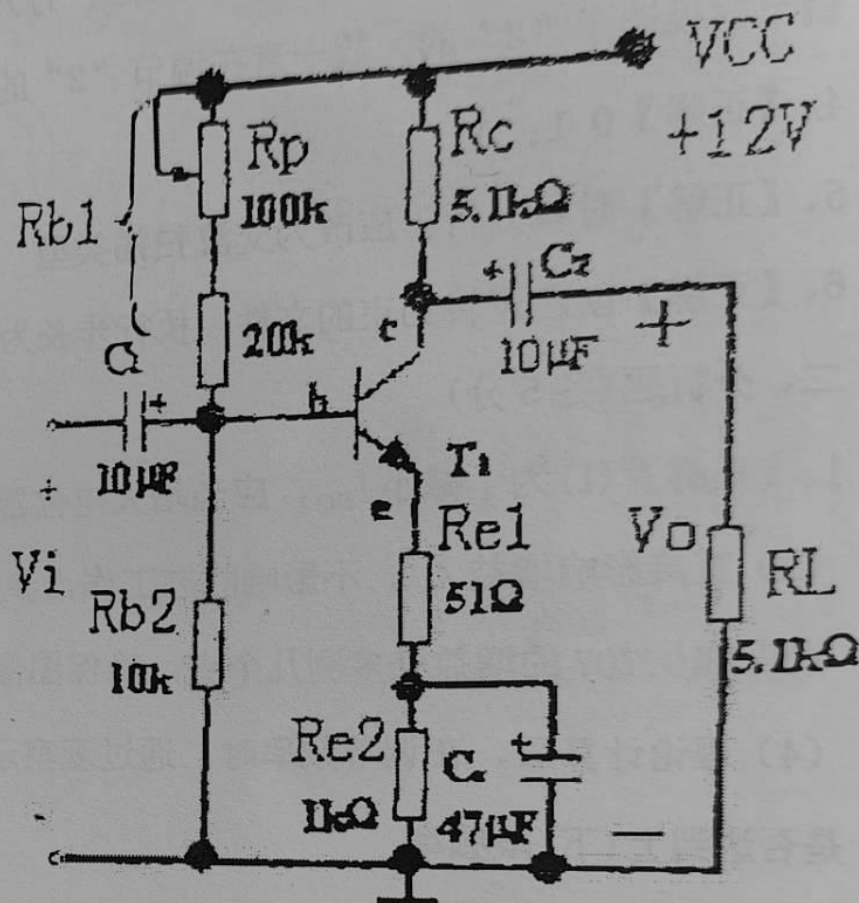

图 1
- 1、单极共射三极管放大电路原理图如图1所示，三极管性能正常，其 $\beta=100$ 。某同学测得三极管B、E、C静态电压分别为1.6V、1.0V、6.9V， $F_i=1\text{KHz}$ 、 $V_{ipp}=50\text{mv}$ 、 $V_{opp}=100\text{mv}$ 、 V_o 与 V_i 反相。分析电路直流工作状态，分析输出数据实验结果，指出造成这种现象的可能原因。(只需要回答一个你认为最有可能的原因)(2分)